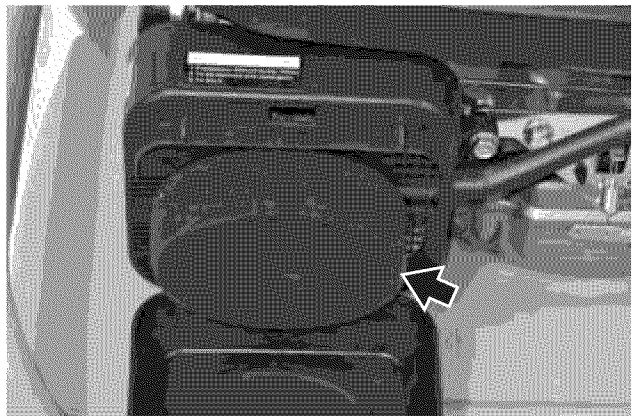

Figura 30 – Procedimiento para retirar el elemento del filtro de aire
5. Extraiga el elemento del filtro de aire de espuma (ver Figura 30).